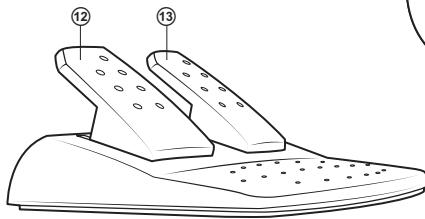

Рис. 3. Блок педалей
- Подключите к устройству блок педалей (рис. 3) с помощью встроенного в блок кабеля к разъему RJ-11 ⑭, а потом подключите манипулятор кабелем USB ⑯ к свободному порту USB компьютера.